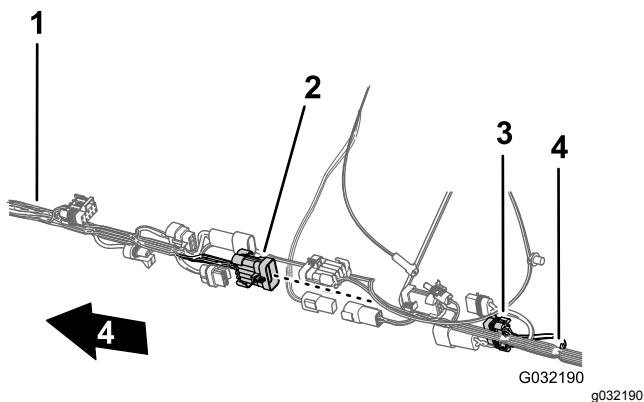

Figura 119
6. Ligue o conector de 10 pinos da cablagem dianteira para a interligação da cablagem do pulverizador no conector de 10 tomadas da interligação da cablagem traseira para a cablagem do pulverizador (Figura 119).